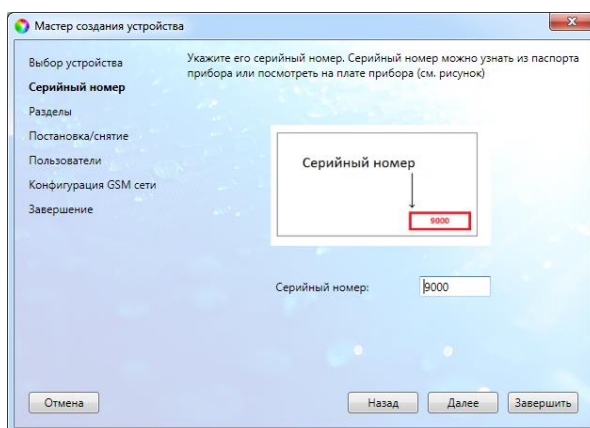

Рис. 5.6. Окно *Серийный номер*
9. В следующем окне *Серийный номер* автоматически определяется серийный номер (рис. 5.6).